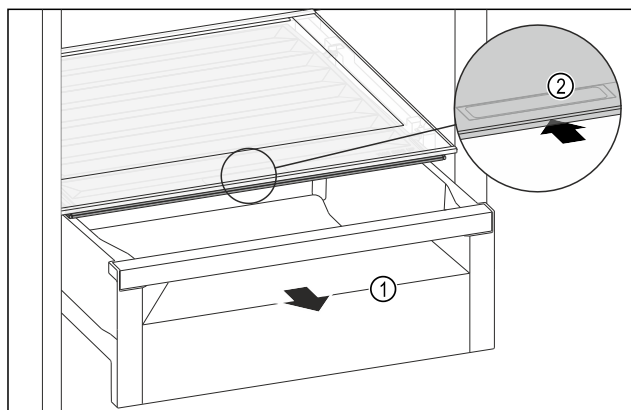

Fig. 122
- ▶ Извлеките выдвижной ящик Fig. 122 (1).
- ▶ Возьмитесь за утопленную ручку Fig. 122 (2) на крышке отделения и одновременно введите крышку отделения назад.